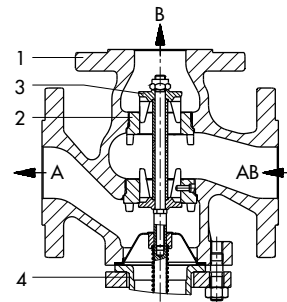

Bild 4 · Dreiwegeventil mit Kegelanordnung II, Pfeilrichtungen für Verteilbetrieb
Bei Mischventilen DN 15 bis DN 100 (nach Bild 4 mit Kegelanordnung I) werden die zu mischenden Medien bei A und B zugeführt. Der Gesamtstrom fließt bei AB ab. Der Durchfluß von A oder B nach AB ist von der freigegebenen Fläche zwischen den Sitzen (2) und den Kegeln (3) und damit von der Stellung der Kegelstange (5) abhängig. Bei steigender Temperatur wird Anschluß A geöffnet und Anschluß B geschlossen.
Nur Verteilventile DN 32 bis DN 100 weisen die Kegelanordnung II (Bild 4) auf. Bei diesen Verteilventilen wird bei steigender Temperatur Anschluß A geschlossen und Anschluß B geöffnet.